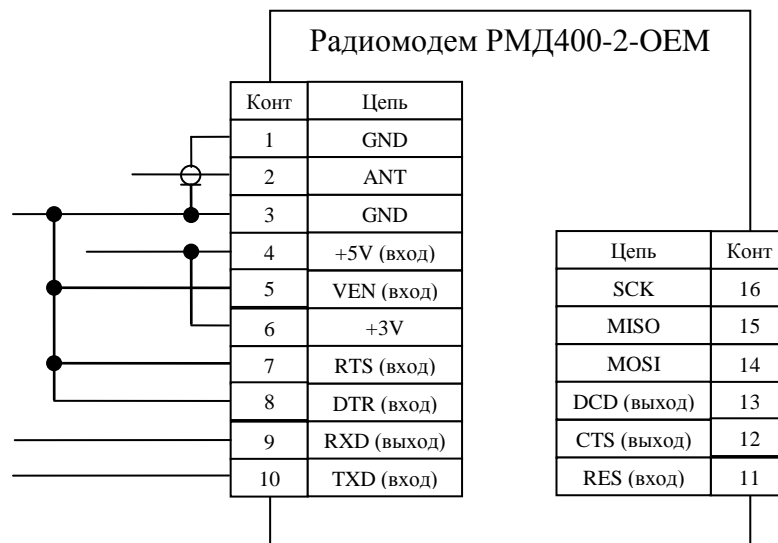

Рис. 5 Схема подключения радиомодема при питании от источника напряжением 3В
1.4.11 Схема подключения радиомодема при питании от батарейного источника напряжением 3 В (2,7-3,4 В) приведена на рис. 5.